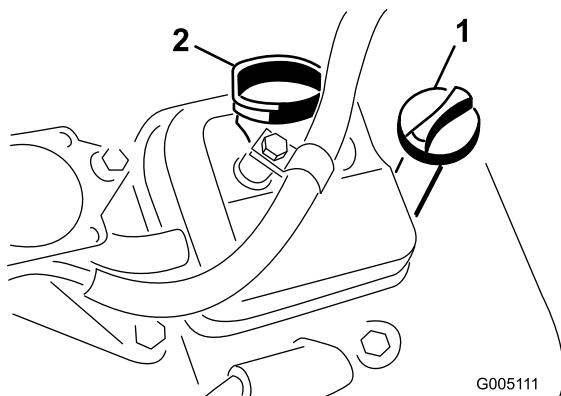

Figure 25
3. Revissez la jauge dans le tube en vérifiant qu'elle est enfoncée au maximum (Figure 25).